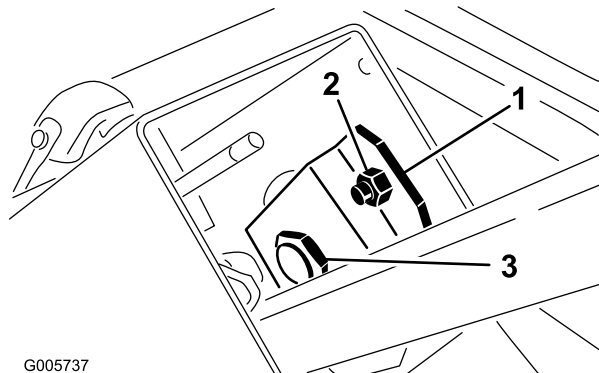

Figure 75
1. Retirez le bouton de la tige du frein de stationnement et les vis autotaraudeuses du couvercle de la colonne de direction. Faites coulisser le couvercle en haut de l'arbre de direction pour exposer le support de pivot (Figure 75).
2. Desserrez le petit écrou et tournez le support de pivot jusqu'à ce qu'il serre le grand écrou situé dessous (Figure 75). Resserrez le petit écrou.